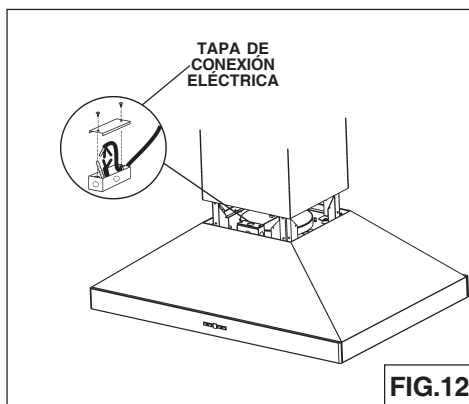

FIG.12
1. Quite la **tapa de la caja de conexión eléctrica** y saque un cable (Fig.12).